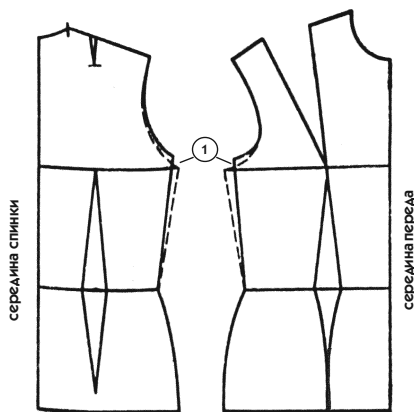

Рис. 99
1. На копии базового лекала уменьшите на 1 см перед и спинку лифа по линии груди (прежние линии показаны на рис. 99 пунктиром). Проведите прямые сплошные линии от этих точек к талии, а затем продолжите их немного выше линии проймы (обозначены пунктиром).
2. На новой линии бокового среза отметьте новую глубину проймы на 1 см выше линии груди и спинки. От этих последних точек проведите сплошные изогнутые линии проймы, как показано на рис. 99.